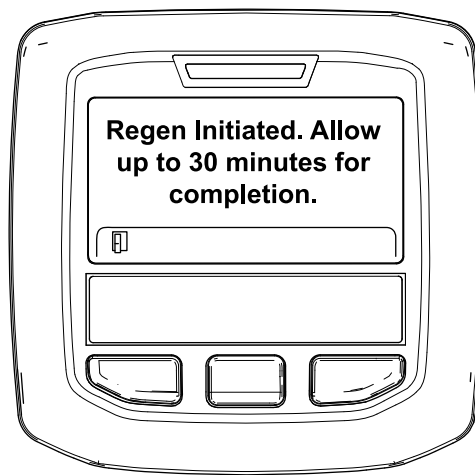

Figura 36
- Si la regeneración se permite, aparece el mensaje "Regen Initiated. Allow up to 30 minutes for completion" (Regeneración iniciada, espere 30 minutos hasta que finalice) en el InfoCenter y debe esperar a que la máquina finalice el proceso de regeneración con la máquina aparcada (Figura 36).